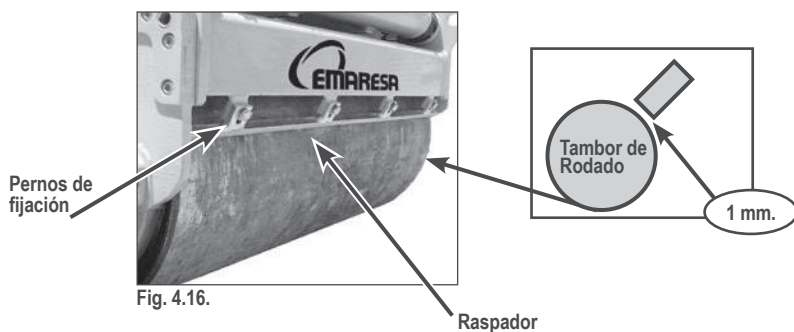

Fig. 4.16.
- Soltar los pernos hexagonales situados en los soportes. (Ver Fig. 4.16.)